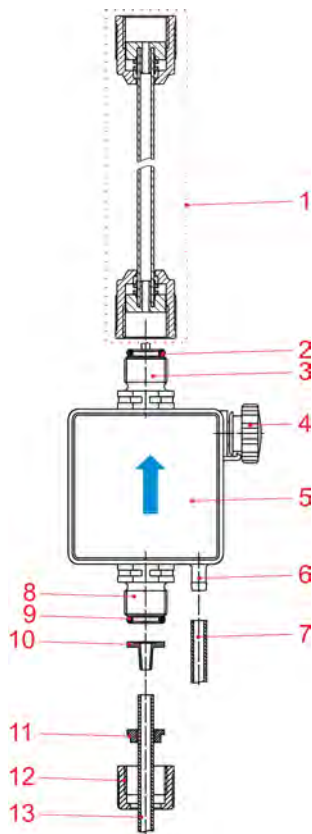

Abb. 9: Hydraulische Installation
Achten Sie darauf, dass beim Anschluss der Saug- und Druckleitung die O-Ringe (Abb. 9 , Pos. 5 und Pos. 11) auf den Anschlüssen montiert sind, um die notwendige Abdichtung zu erreichen.
1. ➤ O-Ring (Abb. 9 , Pos. 2) in Ventilnut legen.
4. ► Angefertigte Dosierleitung montieren (Abb. 9 , Pos. 1).
5. ► O-Ring (Abb. 9 , Pos. 2) in Ventilnut legen und Überwurfmutter festziehen.
2. ► Überwurfmutter (Abb. 9 , Pos. 12) und Spannteil (Abb. 9 , Pos. 11) über Schlauch schieben.
3. ► Überwurfmutter und Spannteil bis zum Anschlagbund auf Kegelteil (Abb. 9 , Pos. 10) stecken.
4. ► O-Ring (Abb. 9 , Pos. 9) in Ventilnut legen.